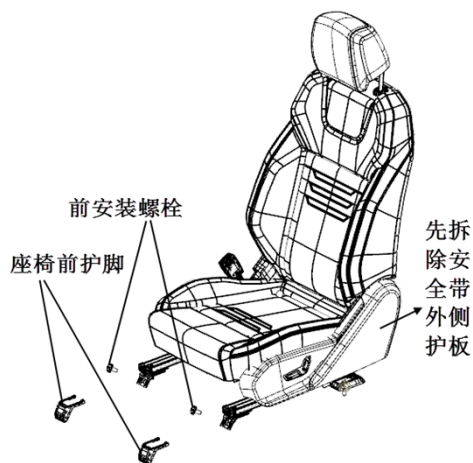

图 15-3-1 电动座椅护脚及安装螺栓位置示意图
- (1) 首先拆除前排座椅的护脚;
- (2) 将主/副驾座椅调至最前端, 按照图 15-3-1 箭头方向拆除座椅外侧护板;
- (3) 用 T45 工具拆除安全带在座椅上的安装点;
- (4) 用 T45 工具拆除主副驾座椅支架固定在车身地板上的固定螺栓, 拔出相关线束的接插件, 即可将座椅整体移出车外。